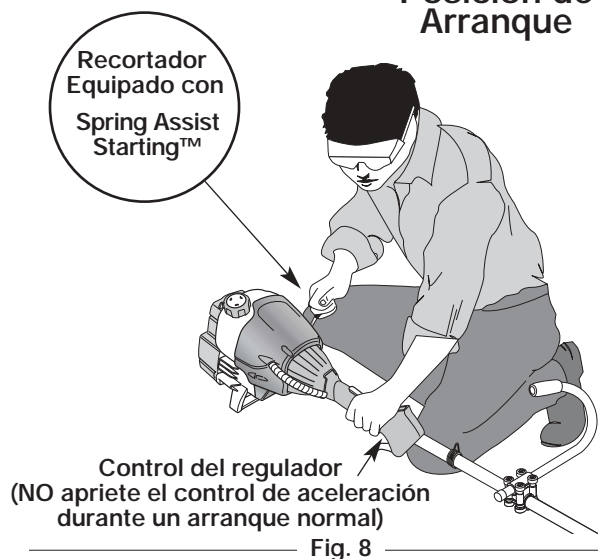

Fig. 8
**ADVERTENCIA:** Evite los arranques accidentales. Colóquese en posición de inicio cuando tire de la cuerda de arranque (Fig. 8). El operador y la unidad deben estar en una posición estable al arrancar la unidad para evitar graves lesiones personales.
4. Colóquese en la posición de arranque y **no apriete el control de aceleración** (Fig. 8). Hale el cordón de arranque con un **movimiento controlado y uniforme** hasta que el motor trate de arrancar. Repita hasta que el motor arranque.